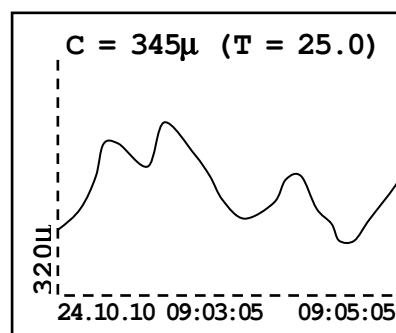

Рисунок 7.4 – Режим отображения «График»
- «**График**» – отображение измеренных значений в виде графика (смотри рисунок 7.4);
В данном подменю (смотри рисунок 7.8) задаются параметры отображения УЭП на графике (смотри рисунок 7.4):